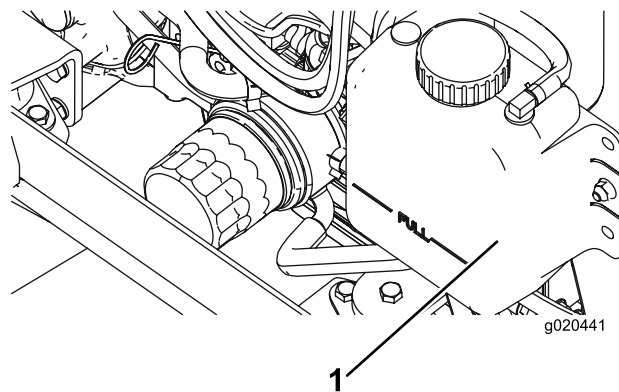

Figura 92
1. Retire cuidadosamente a tampa do radiador e a tampa do depósito de expansão (Figura 92).